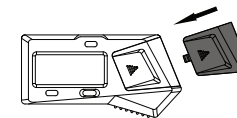

Fig.3
- Instalación de la tapa de la batería (Fig.3)